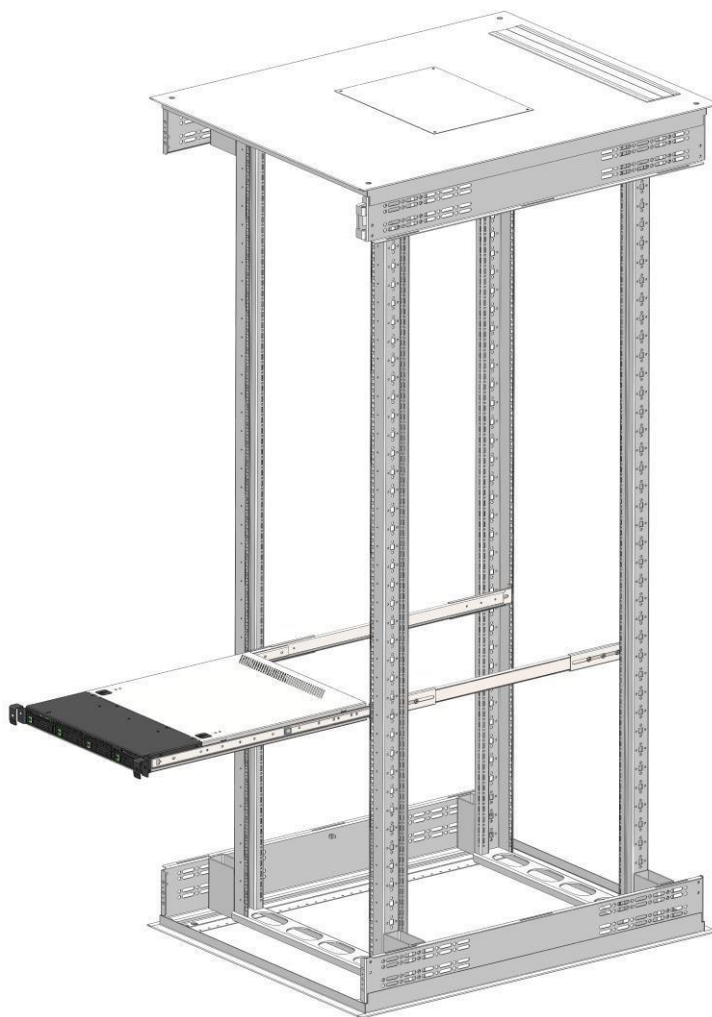

Рисунок 9. Монтаж шасси в стойку
2. Выровняйте рельсы корпуса с внешними рельсами в стойке (Рисунок 9).